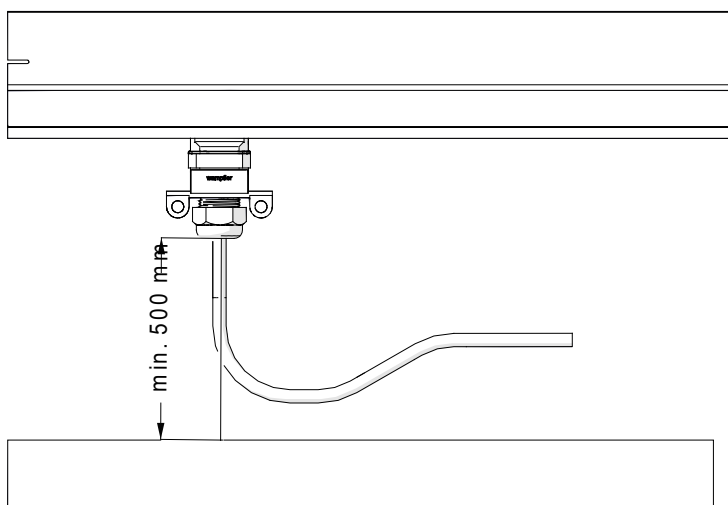

Abb. 59: Genügend Platz unterhalb des Stromabnehmers einplanen
- Durch das Anschlusskabel dürfen keine Kräfte auf den Stromabnehmer wirken. Deshalb Anschlusskabel richt- und zugkraftfrei verlegen. Genug Platz unterhalb des Stromabnehmers für die Leitungsführung einplanen (siehe Abb. 59).